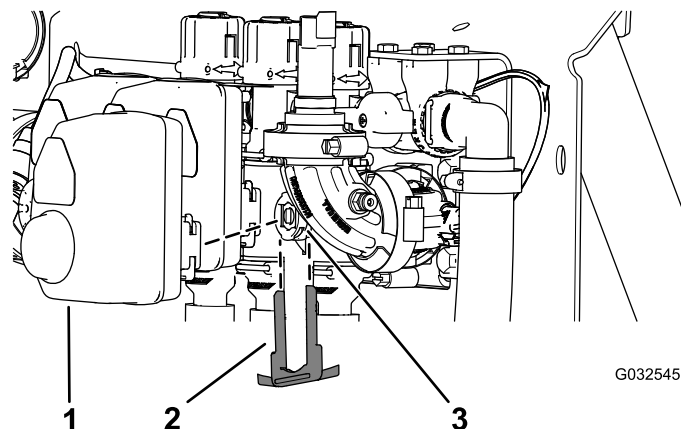

Figura 117
2. Retire la horquilla de retención que sujeta el actuador la válvula multivía (válvula de sección o válvula de agitación) (Figura 117).